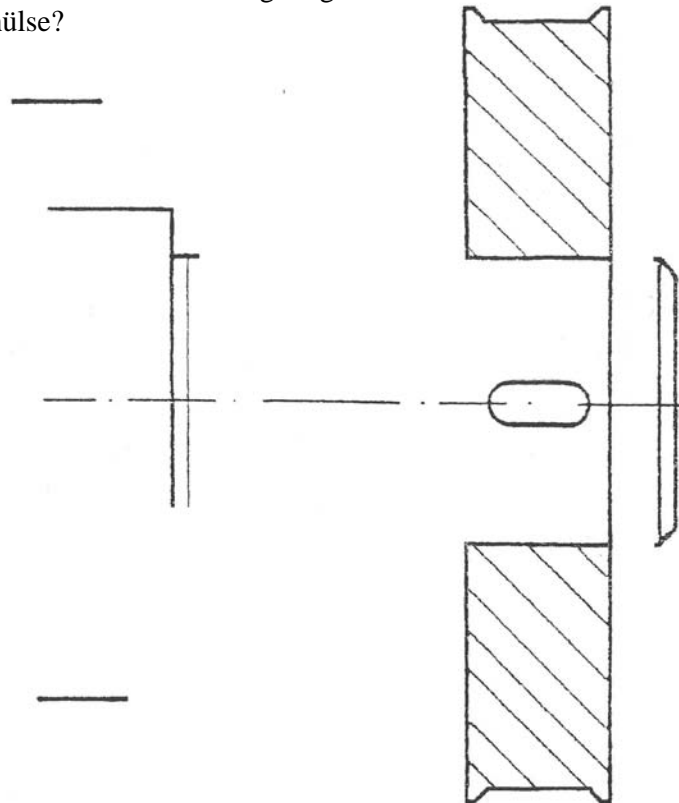

Abb.11: Lagerung einer Welle mit Riemenscheibe
- 38) Eine Riemenscheibe ist mit einer Paßfederverbindung auf einer Antriebswelle fixiert. Ergänze die Zeichnung (Abb.11) zur Lagerung der Welle (Maßstab 1:1).